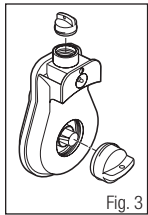

Fig. 3
3. Retirer les obturateurs d'admission et de sortie d'air du souffleur à moteur, comme l'illustre la figure ci-dessus et s'assurer que les joints d'étanchéité sont en place. Ne pas mettre les obturateurs au rebut, car ils doivent être réinsérés durant le nettoyage (Fig. 3).